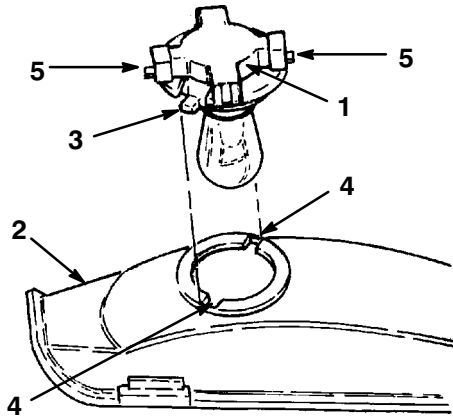

Bild 34
3. Drehen Sie die Birnenfassung um 1/4 Umdrehung entgegen dem Uhrzeigersinn und nehmen die Birne aus dem Reflektor (Bild 34).
2. Die Birnenfassung hat zwei Zungen (Bild 34). Fluchten Sie die Zungen auf die Schlitzlöcher im Reflektor aus, setzen die Birnenfassung in den Reflektor ein und drehen die Birne im Uhrzeigersinn um 1/4 Umdrehung bis zum Anschlag.